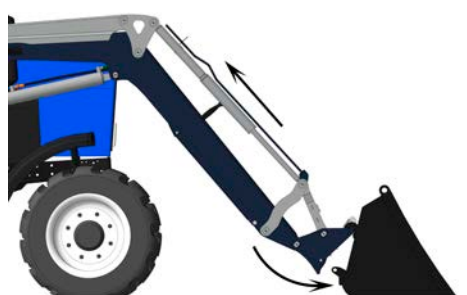

Рис. 2.14
- подцепите верхней осью подвески рабочий орган (рис. 2.14);
- гидроцилиндрами разворота рабочих органов запрокиньте полностью рабочий орган на себя (рис. 2.14). На погрузчиках 400, 622, Basic, Standard, Robust нужно выйти из трактора и вручную защелкнуть подвеску, на погрузчике (VIP, Premium) специальный кронштейн собьет рычаг подвески,
- Снимите инструмент, выполнив в обратном порядке операции (рис. 2.14, 2.13).